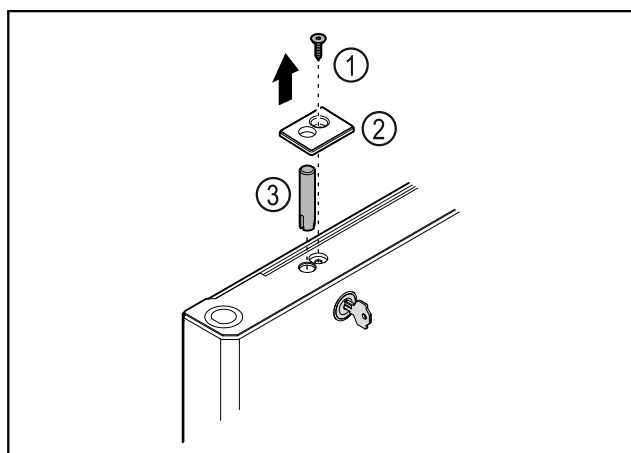

Fig. 42
- 移除螺栓 Fig. 42 (1)。
- 使用小型螺丝刀松开并取下盖板 Fig. 42 (2)。
- 拔出锁销 Fig. 42 (3)。